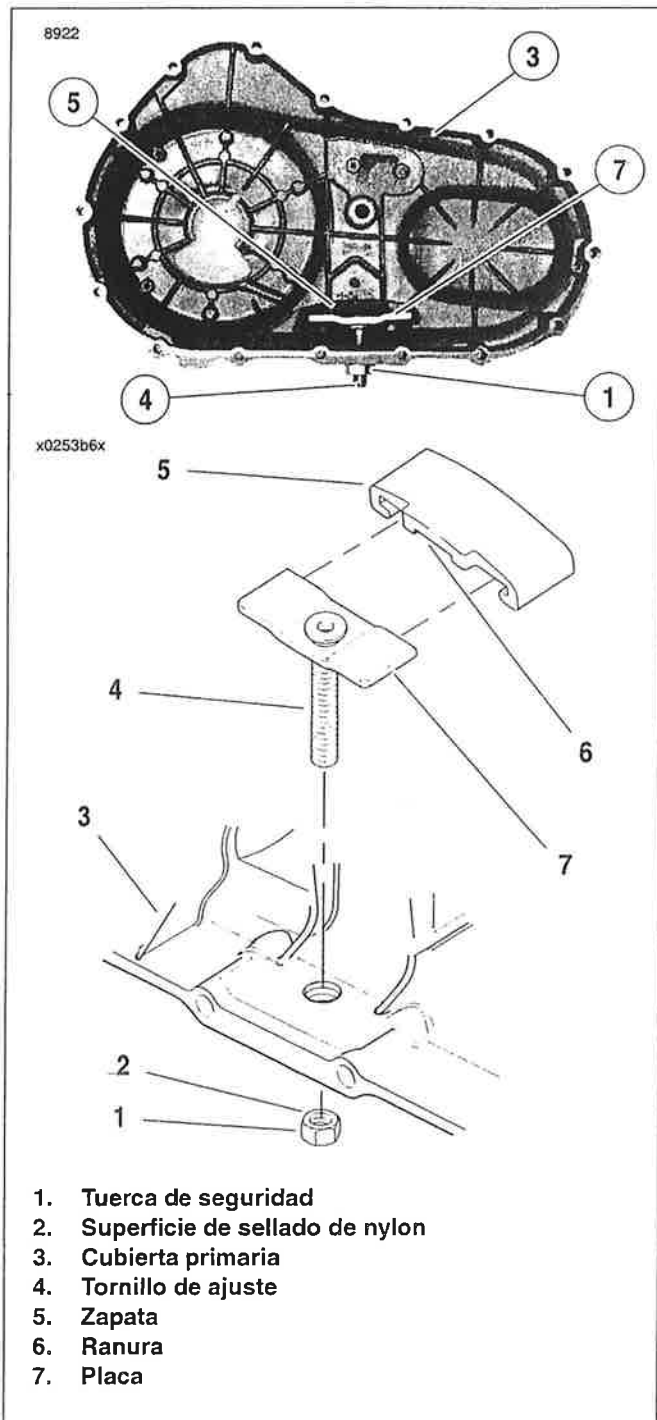

Figura 6-5. Conjunto del ajustador de la cadena primaria
1. Vea la Figura 6-5. Quite la tuerca de seguridad (1) del tornillo del ajustador (4). Gire el tornillo de ajuste fuera del reborde con rosca en la cubierta primaria (3).
2. Deslice la zapata (5) fuera de la placa (7) (la zapata se debe deslizar fuera de la placa hacia el lado cerrado o ciego de la zapata).
1. Vea la Figura 6-5. Inspeccione la zapata del ajustador de la cadena primaria (5). Si está muy desgastada o dañada, se debe reemplazar.
2. Coloque la placa (7) dentro de la ranura (6) en el extremo abierto de la zapata. Deslice la zapata sobre la placa hasta que la placa esté contra el lado cerrado (ciego) de la zapata.
3. Coloque el ajustador dentro de la cubierta primaria (3) con el lado cerrado de la zapata contra la cubierta. Enrosque el tornillo del ajustador (4) completamente dentro de la protuberancia roscada en el fondo de la cubierta primaria.
4. En el exterior de la cubierta, enrosque la tuerca de seguridad (1) sobre el tornillo de ajuste con la superficie de sellado de nylon (2) hacia la cubierta. Puede insertar una llave Allen de 1/4 pulg. en el extremo del tornillo de ajuste para sostenerlo mientras se enrosca la tuerca de seguridad.